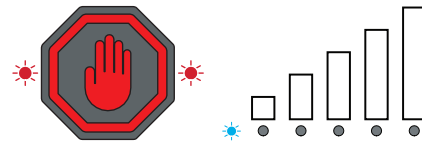

Figure 1
3. Appuyer sur le bouton d'arrêt. Lorsque le voyant à DEL sans fil bleu commence à clignoter, l'unité peut se connecter à l'application. (Fig. 1)